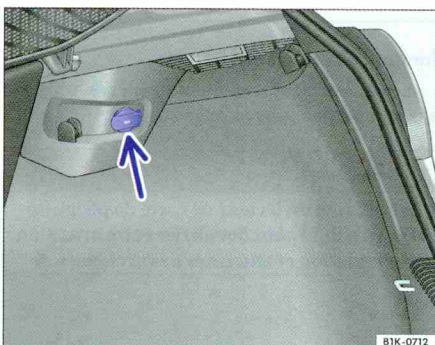

Fig. 114 Dans le coffre à bagages : prise de courant 12 volts
- Dans le coffre à bagages ⇒ page 165, fig. 114